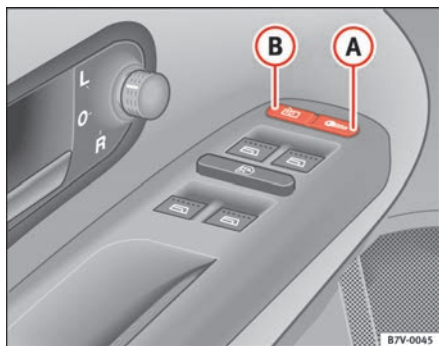

Abb. 57 Ausschnitt aus der Fahrtür: Zentralverriegelungstaster
- Drücken Sie die Taste ⇒ Abb. 57 ⇒ .